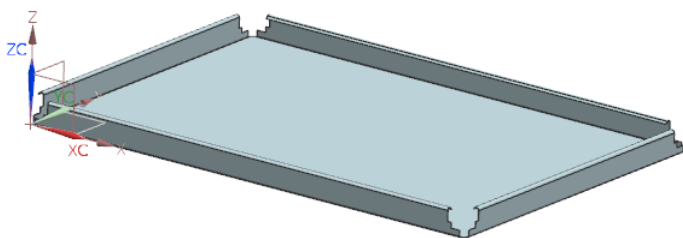

图 2-55 创建弯边特征 8
(9) 在“弯边”对话框中，单击 **<确定>** 按钮，创建弯边特征 8，如图 2-55 所示。